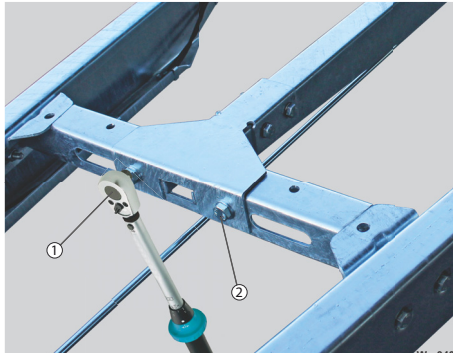

Abb. 5 Schraubverbindungen nachziehen
- Zum Anziehen von Schraubverbindungen (Abb. 5/2) einen kalibrierten Drehmomentschlüssel (Abb. 5/1) verwenden.